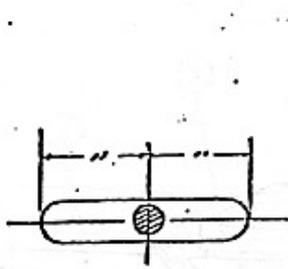

Fig. 7
3. Gire a polia da máquina vagorosamente até que a agulha desça e penetre no orifício da chapa da agulha (na costura zigzag) e verifique se a agulha está devidamente centralizada no orifício da chapa (Fig.7).